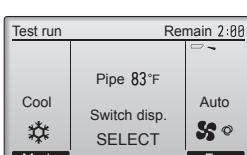

Fig. 7-3
- ① Pulse el bot  n [F1] para cambiar el modo de funcionamiento. (Fig. 7-3)